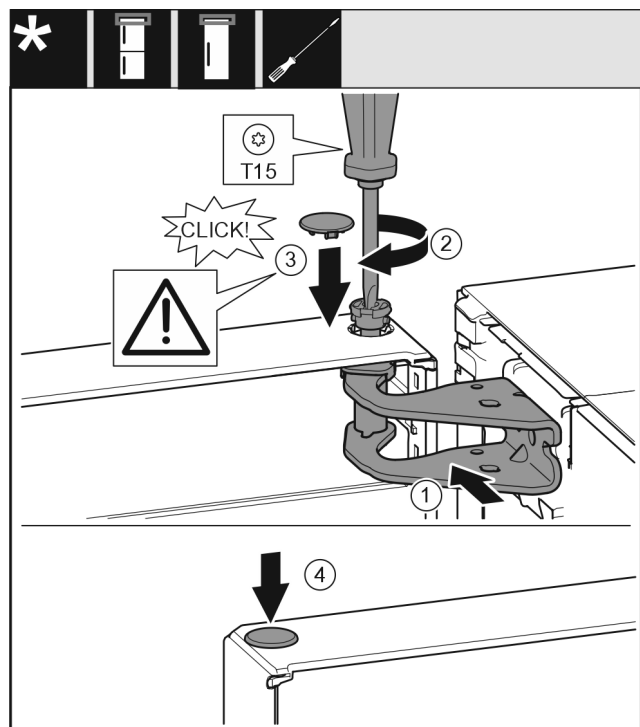

Fig. 22
- Orienter la porte en haut pour l'ouverture dans le support de palier. Fig. 22 (1)
- Poser le boulon et le visser avec un tournevis T15. Fig. 22 (2)
- Monter le cache de sécurité pour sécuriser la porte : Mettre en place le cache de sécurité et vérifier qu'il repose sur la porte. Sinon, enfoncer à fond le boulon. *Fig. 22 (3)*
- Mettre le bouchon en place. *Fig. 22 (4)*